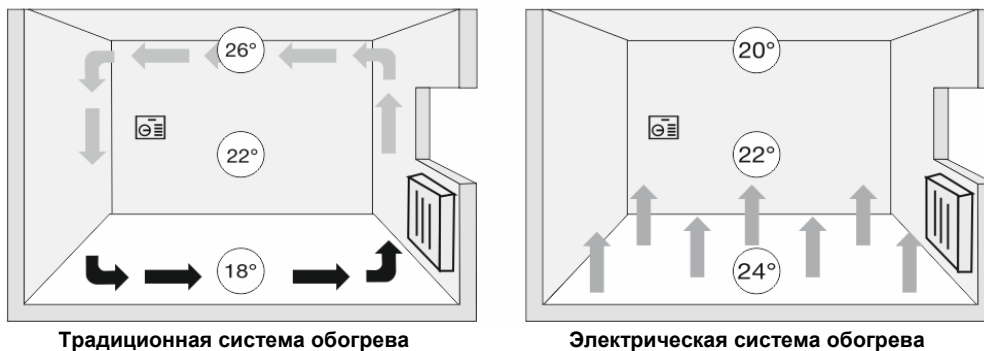

Рисунок 1 – Принцип работы системы.
4.2. Нагревательные маты являются встраиваемой электрической системой обогрева. Монтируются в полу, превращая его в равномерно излучающую тепло поверхность. При этом температура пола может превышать температуру окружающего воздуха всего на несколько градусов (рис. 1).